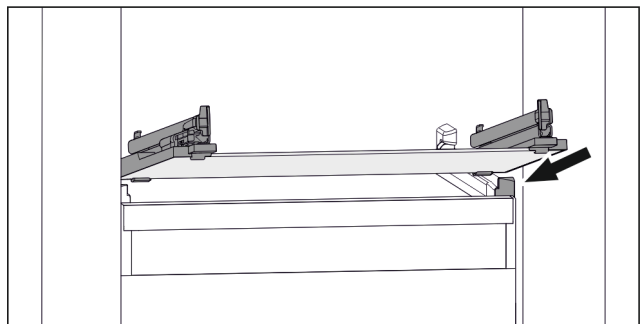

Fig. 38 Примерное отображение стеклопластины
- ▶ Наклоняя вниз, установите стеклопластину за стопоры. (см. Fig. 38)